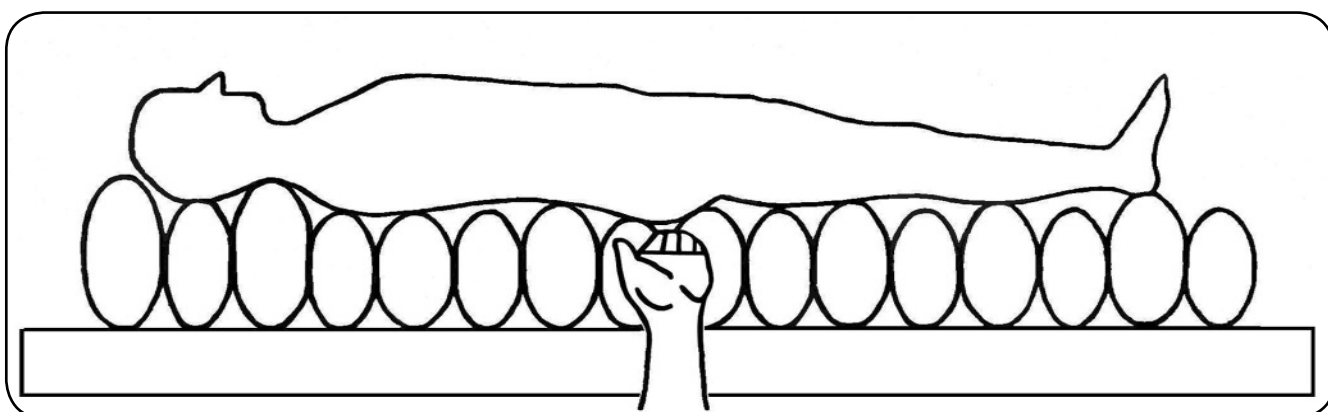

Abbildung 11
12. Kontrollieren Sie jetzt den eingestellten Druck mit dem Handtest. Schieben Sie die flache Hand zwischen das Gesäß des Patienten und der entlüfteten Zelle der Wechseldruckmatratze. Zur optimalen Lagerung muss zwischen Gesäß und der entlüfteten Zelle ein Abstand von ca. 3-4 cm sein (siehe Abbildung 11).